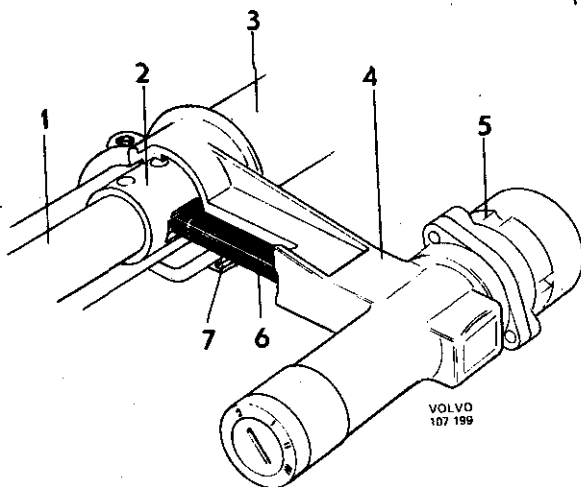

Abb. 6-3 Lenkradschloß
nach vorn (d.h. nach links im Sinne der Abbildung). Das Lenkradschloß (Abb. 6-3) ist von neuer Ausführung und hinter dem Armaturenbrett verbracht. Die Schlüsselstellungen sind dieselben bei der früheren Ausführung. Die el. Anschlüsse sind in einem Sammelstecker zusammengefaßt worden.
2. Sammelstecker (5, Abb. 6-3) vom Lenkradschloß abziehen.